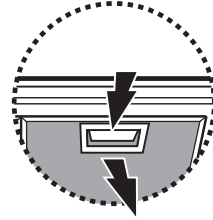

Fig. 1
2. Retirez le filtre à graisses sale en tirant la poignée d'abord vers l'arrière et ensuite vers le bas (**Fig. 1**).
2. Retirez le filtre à graisses (**Fig. 1**) et dégagez le cadre de support des filtres à graisses (**Fig. 2 - séquence a-b**).